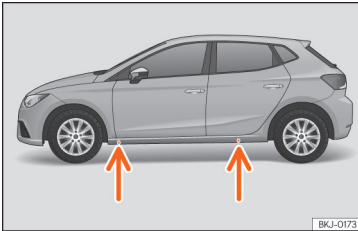

Abb. 190 Aufnahmeplätze für den Wagenheber.
- Suchen Sie am Längsträger die Markierung des Wagenheberaufnahmeplatzes (Eindrückung), die dem zu wechselnden Rad am nächsten liegt >>> **Abb. 190**.